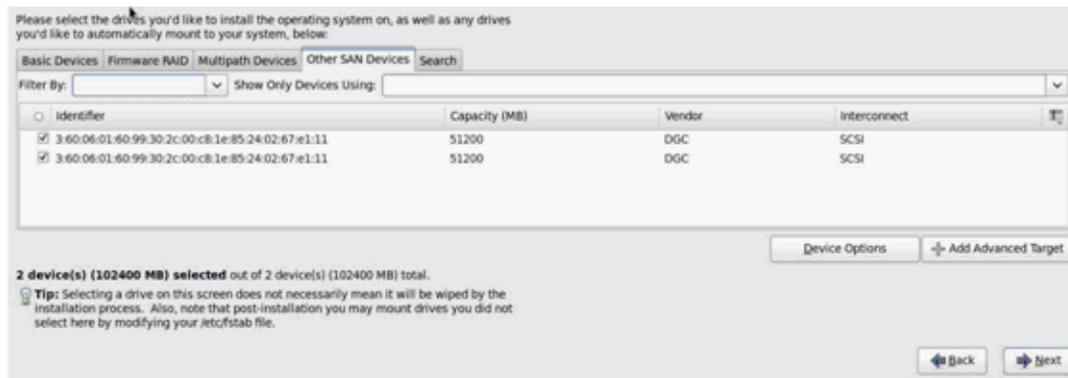

Ilustración 14-28. Confirmación de FCoE
9. Confirme que todos los discos FCoE visibles estén visibles en las páginas Multipath Devices (Dispositivos con múltiples rutas de acceso) u Other SAN Devices (Otros dispositivos SAN) (Ilustración 14-28).